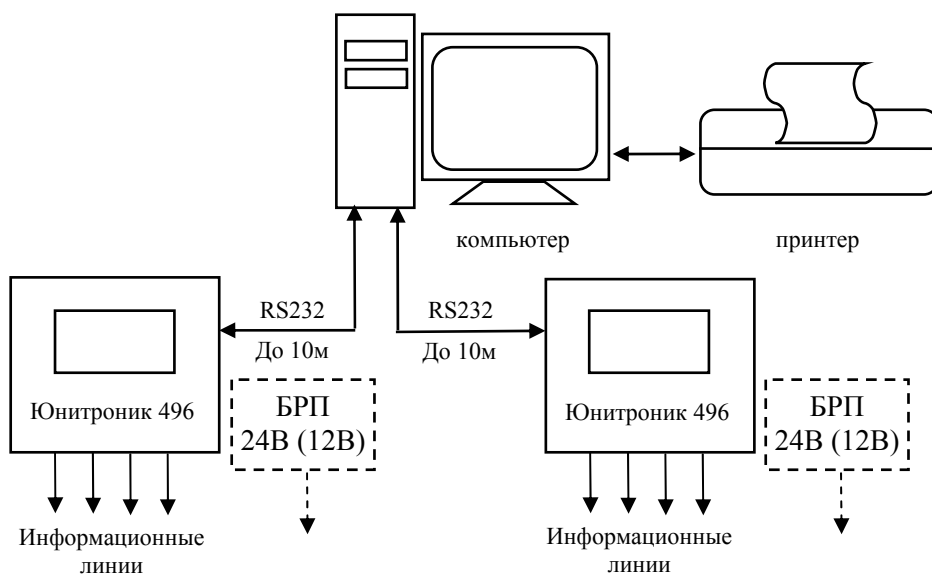

Рис. 4. Схема объединения приборов (контроллеров) в сеть с управлением от компьютера с помощью интерфейса RS-232.
5.3.5. Примеры сетевых вариантов подключения АПКП приведены на рис.4,5. Для связи АПКП с компьютером используются стандартные СОМ порты. К каждому СОМ порту подключается один АПКП. Количество подключенных таким способом АПКП ограничивается числом свободных СОМ портов в компьютере. С помощью платы расширения число СОМ портов может быть увеличено до 8.